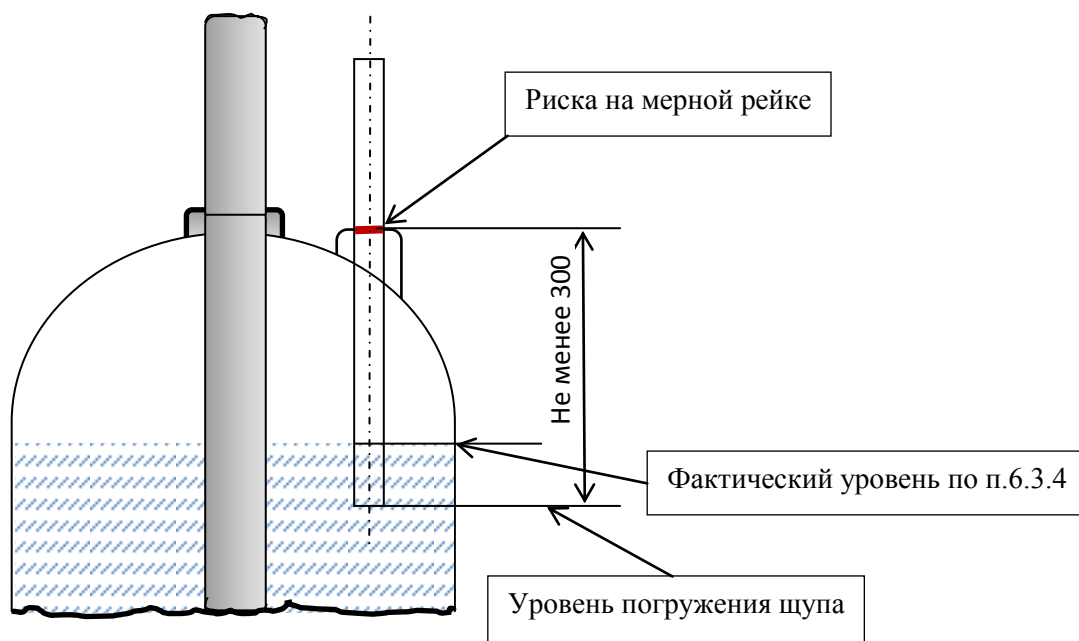

Рис. 2 Схема замера уровня ОТВ
6.3.4 Замерить фактический уровень воды в корпусе, заправленный согласно п.6.3.3 для чего в бобышку на корпусе, в которой установлен предохранительный клапан (См.рис 1., поз. 4), поместить мерную щуп- рейку. В качестве щупа использовать стержень (пруток) диаметром не более 10 мм, с нанесенной рискуй (см. Рис. 2). Расстояние от риски до конца стержня погружаемого в корпус МУПТВ не менее 300 мм. Совместить риску на стержне с краем бобышки. Замерить длину сухого участка щупа до риски. Результат занести в таблицу В1 приложения В.